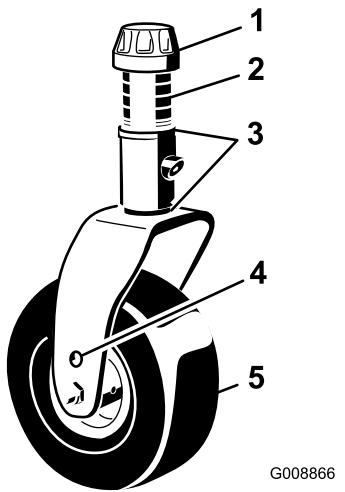

Figura 27
- Ajuste os calços de 3 mm na(s) forquilha(s) da roda giratória de forma que coincidam com altura de corte fixada no autocolante (Figura 27); consulte Ajuste da inclinação da plataforma do cortador \(página 80\).